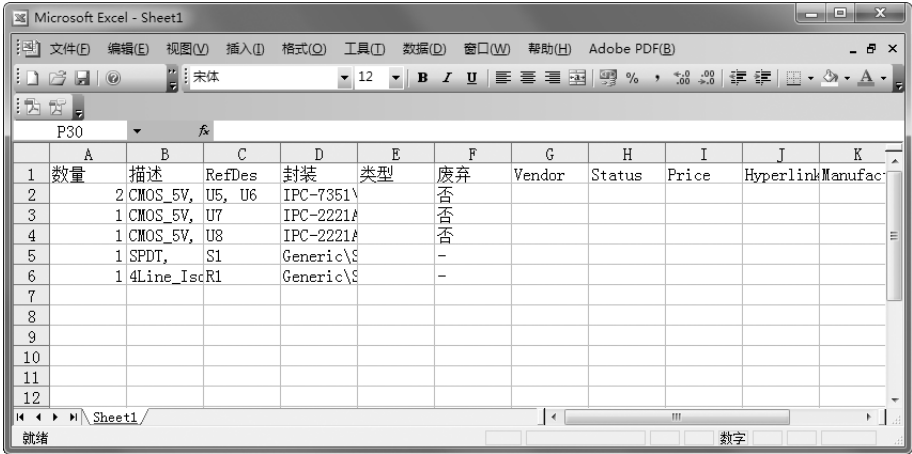

图 8-8 导出到表格中
- 单击“导出至 Excel”按钮，将清单信息导出到 Excel 表格中，如图 8-8 所示。